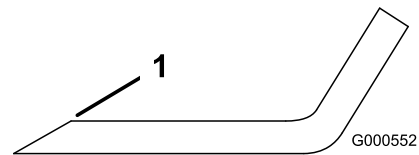

Figure 99
- Au moyen d'une lime, aiguissez les tranchants aux deux extrémités de la lame (**Figure 99**).
Remarque: Si la lame est déséquilibrée, limez un peu l'extrémité de l'ailette seulement (**Figure 99**).